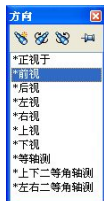

图 2-5 【方向】对话框
(4) 如果操作时出现错误或需要修改，可选择【视图】|【修改】|【视图定向】菜单命令，在弹出的【方向】对话框中单击【更新标准视图】按钮重新定向，如图 2-5 所示。